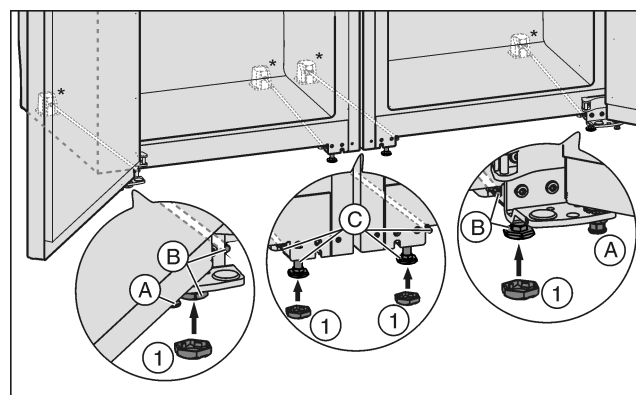

Fig. 21
- Dado el caso, enrosque totalmente las patas de ajuste Fig. 21 (A) delanteras de ambos aparatos para que no haya contacto con el suelo.
- Coloque tapones Fig. 21 (1) en las cuatro patas de ajuste delanteras.
- Enrosque las patas de ajuste intermedias Fig. 21 (C) para que no haya contacto con el suelo.
- Alinee el combinado con las patas de ajuste exteriores Fig. 21 (B).
- Vuelva a bajar las patas de ajuste intermedias Fig. 21 (C) hasta que toquen el suelo.
- Después, apoyar la puerta: Baje las patas de ajuste Fig. 21 (A) en el soporte de cojinete hasta que descansen sobre el suelo; a continuación, gire otros 90°.